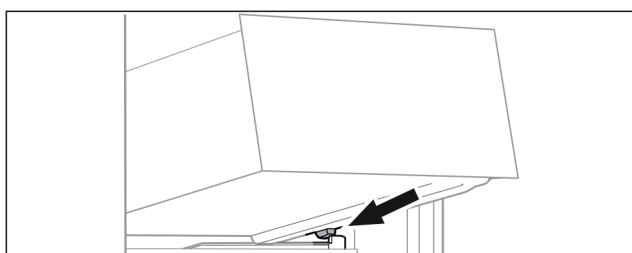

Fig. 28
- ▶ Sæt skuffen skråt bag stoppene på beholderristen. (se Fig. 28)